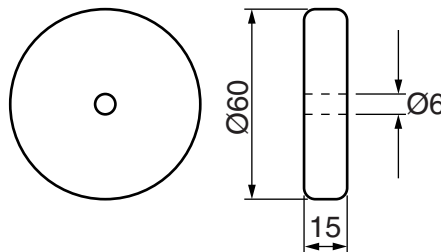

Fig. 11
- (d) Fig. 11 shows details of one of the wheels.